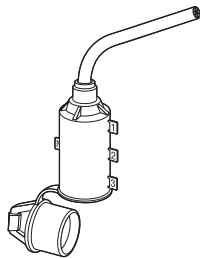

Рисунок 3
2.4 Оборудование ОЗЗ-1 СИП присоединяется к СИП через специальный адаптер АЗЗ-25 (PMCC) (если в обозначении оборудования присутствует буква Ф) или АЗЗ-25 (SE40) (если в обозначении оборудования присутствует буква Э), устанавливаемый со стороны ответвления в зажимах с прокалыванием изоляции (рисунок 3).